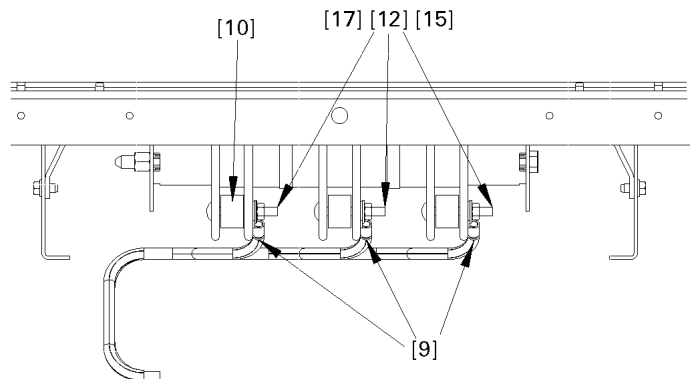

Figure 5. Assemblages enfichables avec trous carrés de .281-pouce.
- Assemblages enfichables, panneaux de tableau de contrôles, et panneaux de distributions avec trous de .281-pouce carré disponibles (barre omnibus double). Glisser un espaceur pour chaque phase [10] entre les barres omnibus verticales et installer un boulon de carrosserie 1/4-20 x 2" [17] dans un trou de .281-pouce carré situé vers l'avant de la barre omnibus verticale, tel qu'illustré à la Figure 5. Utiliser les trous les plus élevés dans l'espace 7X (9⁵/8") que peut atteindre l'unité TVSS.